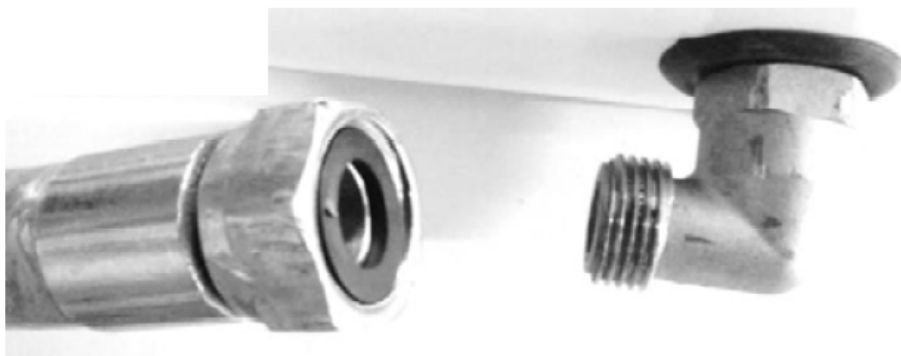

Рис. 3
6.3.1. Соединение природного газа (рис. 3)